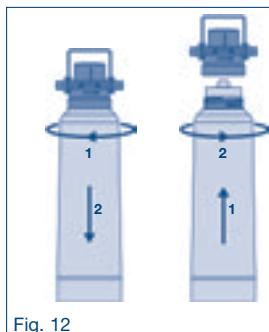

Fig. 12
2. Desaperte o elemento filtrante na cabeça do filtro, rodando-o para a direita (ver fig. 12). Para facilitar a desmontagem dos elementos filtrantes, é possível oscilar a cabeça do filtro no suporte em 90°.
3. Instale um novo elemento filtrante (ver fig. 12).